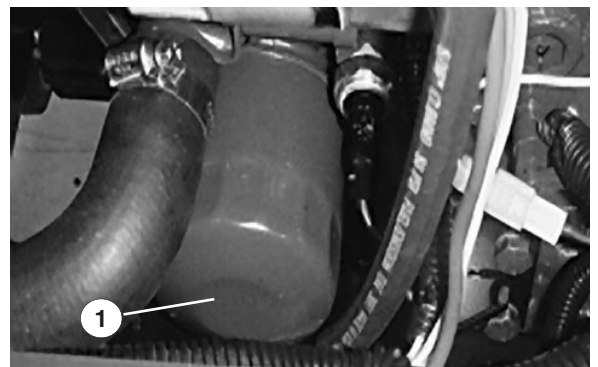

Figure 22
5. Déposez et remplacez le filtre à huile (Fig. 22).